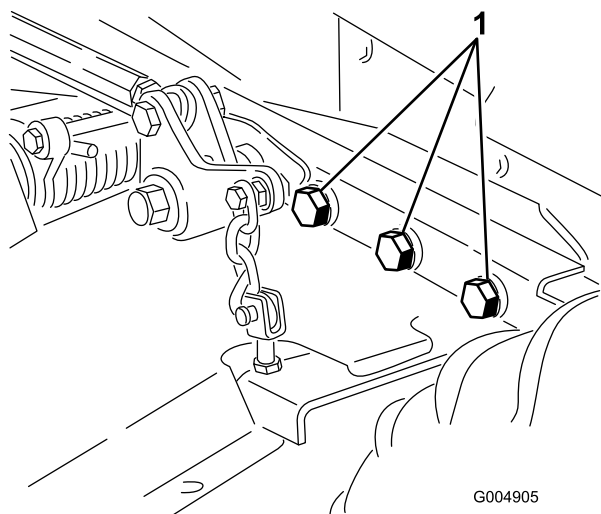

Рисунок 63
4. Проверьте все крепежные элементы на отсутствие ослабления затяжки и по мере необходимости подтяните их. Затяните 6 болтов крепления рамы деки газонокосилки к тяговому блоку (Рисунок 63) с моментом 359 Н·м.